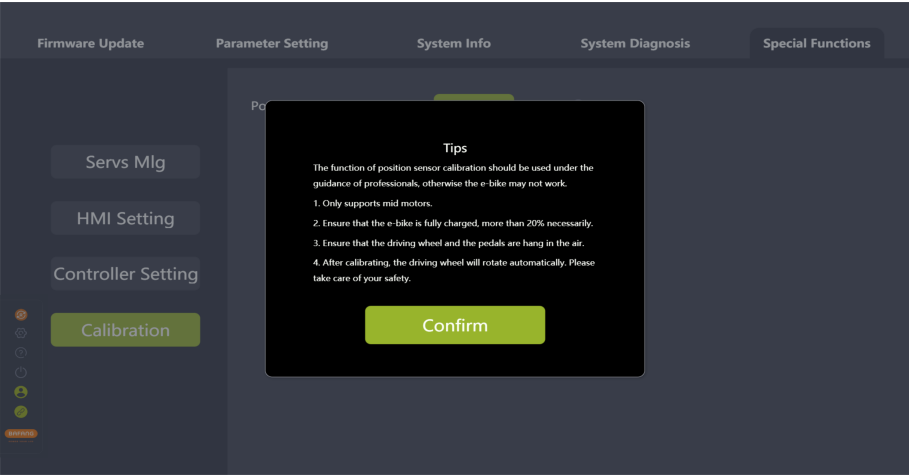

图 8-9 提示
3. “位置传感器标定”右边有一个图标，点击可以查看提示信息（如图 8-9）。